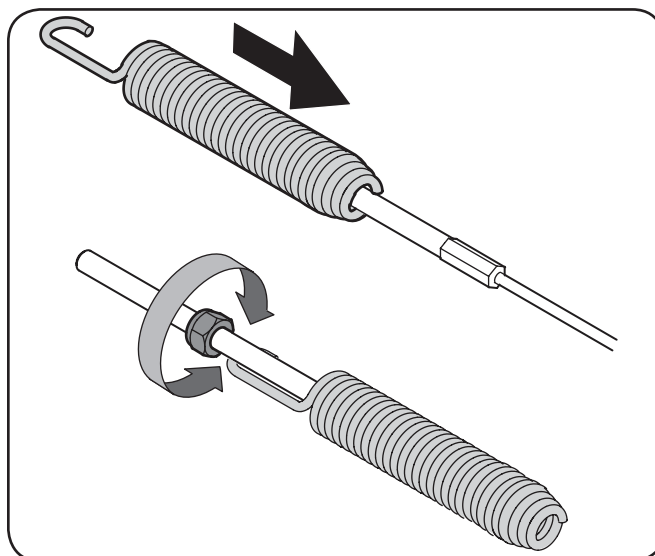

Figura 3-24
- Deslice el resorte hacia arriba del cable para dejar expuestas las roscas del acoplador de cable y la tuerca de seguridad. Consulte la Figura 3-24.